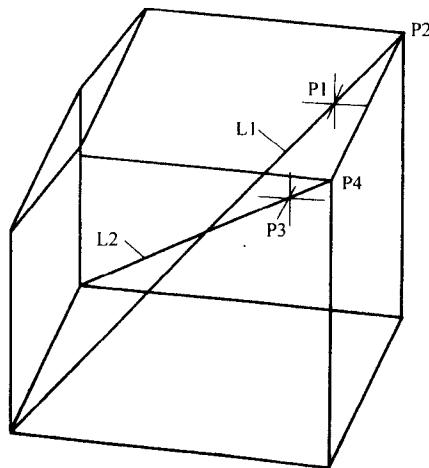

图 1-6
用定长打断 (Modify-Break-At length) 的方法, 分别打断对角线 L1 和 L2 与 P1 和 P3 点, 选择定长为 30mm, 如图 1-6 中的线段 P1P2 和 P3P4 为 30mm。
首先绘制过图 1-6 中 P1 点垂直于对角线 L1 的平面, 方法如下:
5) 用同样方法可以绘制出过图 1-6 中的 P3 点, 垂直于直线 L2 的平面 F2, 如图 1-7d 所示。
(6) 实体剪切至平面